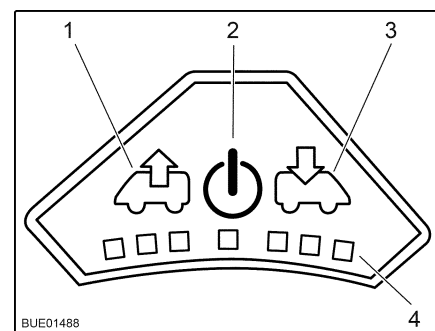

Bild 51 Bedienfeld des Ventilators
- Einschalten:** ■ Taste Ein/Aus (Bild 51,2) drücken. Der Ventilator läuft im Komfortmodus (Entlüften mit niedrigster Ventilator Drehzahl).
- Entlüften:** ■ Um die Ventilator Drehzahl zu erhöhen: Taste Entlüften (Bild 51,1) drücken. Die Ventilator Drehzahl in Entlüftungsrichtung nimmt um eine Stufe zu. LEDs (Bild 51,4) zeigen die Schaltstufen an.
■ Um die Ventilator Drehzahl zu verringern: Taste Belüften (Bild 51,3) drücken. Die Ventilator Drehzahl nimmt um eine Stufe ab.
- Belüften:** ■ Um die Ventilator Drehzahl zu erhöhen: Taste Belüften (Bild 51,3) drücken. Die Ventilator Drehzahl in Belüftungsrichtung nimmt um eine Stufe zu. LEDs (Bild 51,4) zeigen die Schaltstufen an.
■ Um die Ventilator Drehzahl zu verringern: Taste Entlüften (Bild 51,1) drücken. Die Ventilator Drehzahl nimmt um eine Stufe ab.
- Ausschalten:** ■ Taste Ein/Aus (Bild 51,2) drücken. Der Ventilator stoppt, die LEDs erlöschen.